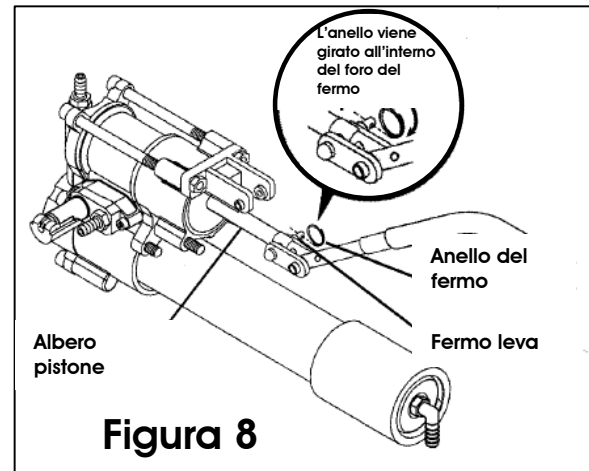

Figura 8
6. rimuovete il fermo della leva manuale. Allineate i fori della leva e dell'albero del pistone. Inserite il fermo e assicuratelo con un anello (**Figura 8**)